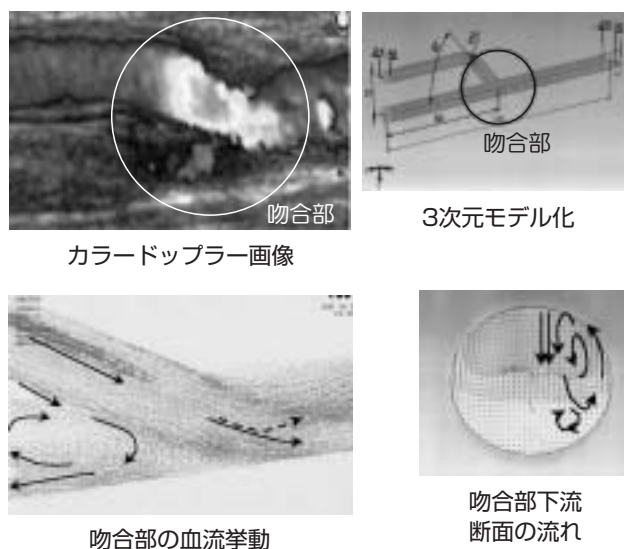

図5 血管吻合部の血流
(3) 生体力学シミュレーションは血管と血流の相互作用にも利用されるようになってきました。図5は